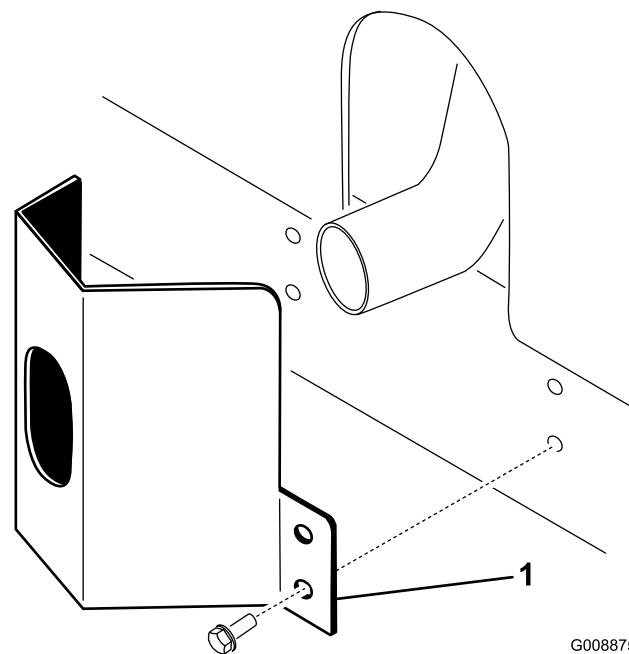

図 10
2. タップ・ネジ 4 本で固定する (図 10)。
1. フレームについている取り付け穴に合わせてマフラー部にガードを取り付ける (図 10)。